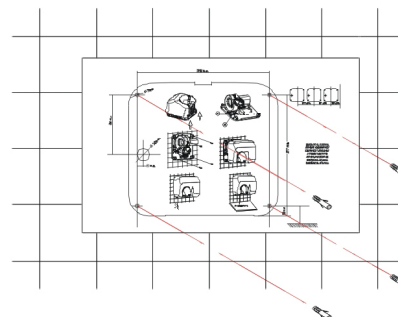

Fig. 6
1. Wywierć cztery otwory Ø8 mm korzystając z dostarczonego szablonu. Oczyść wywiercone otwory. Wstaw w nie cztery kołki tak, by nie wystawały z powierzchni (patrz Rys. 6).